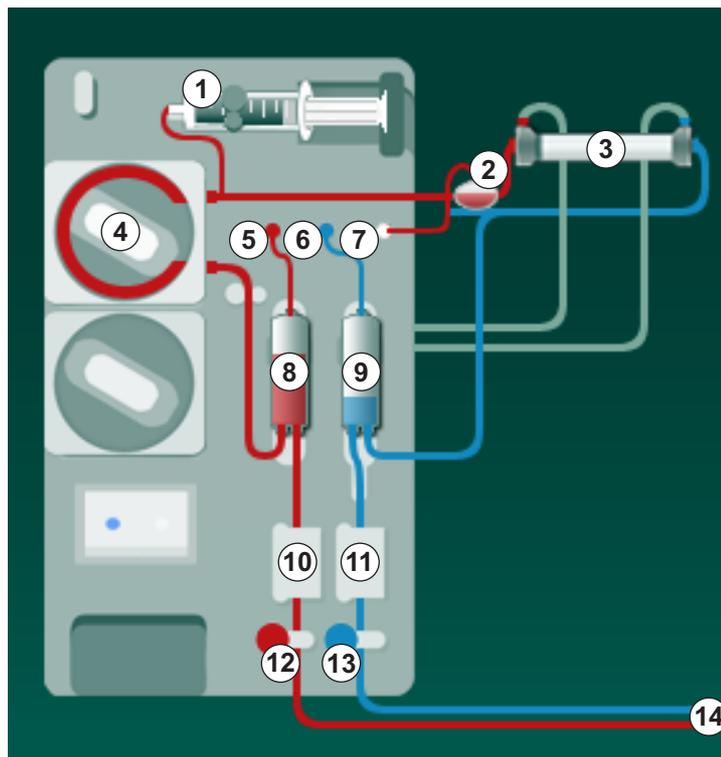

Fig. 9-3 Inserção do sistema de linhas de sangue - Unipunção Cross-Over
1. Coloque o dialisador (Fig. 9-3, ③ ) no suporte do dialisador (consulte a secção 5.6 Conexão do dialisador (95)).
- 5 Sensor de pressão arterial (PA)
- 6 Sensor de pressão venosa (PV)